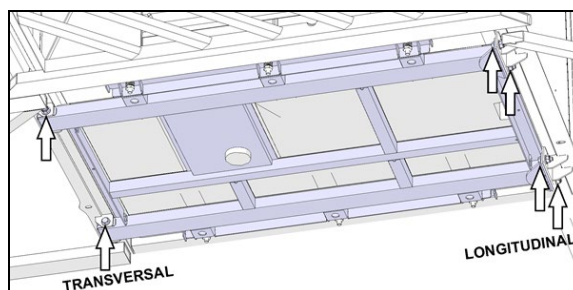

FIGURE 25: EMBLEMES DES POINTS DE FIXATION
3. Faire une inspection des boulons de fixation du support du réservoir aux 6 endroits identifiés (Figure 25).